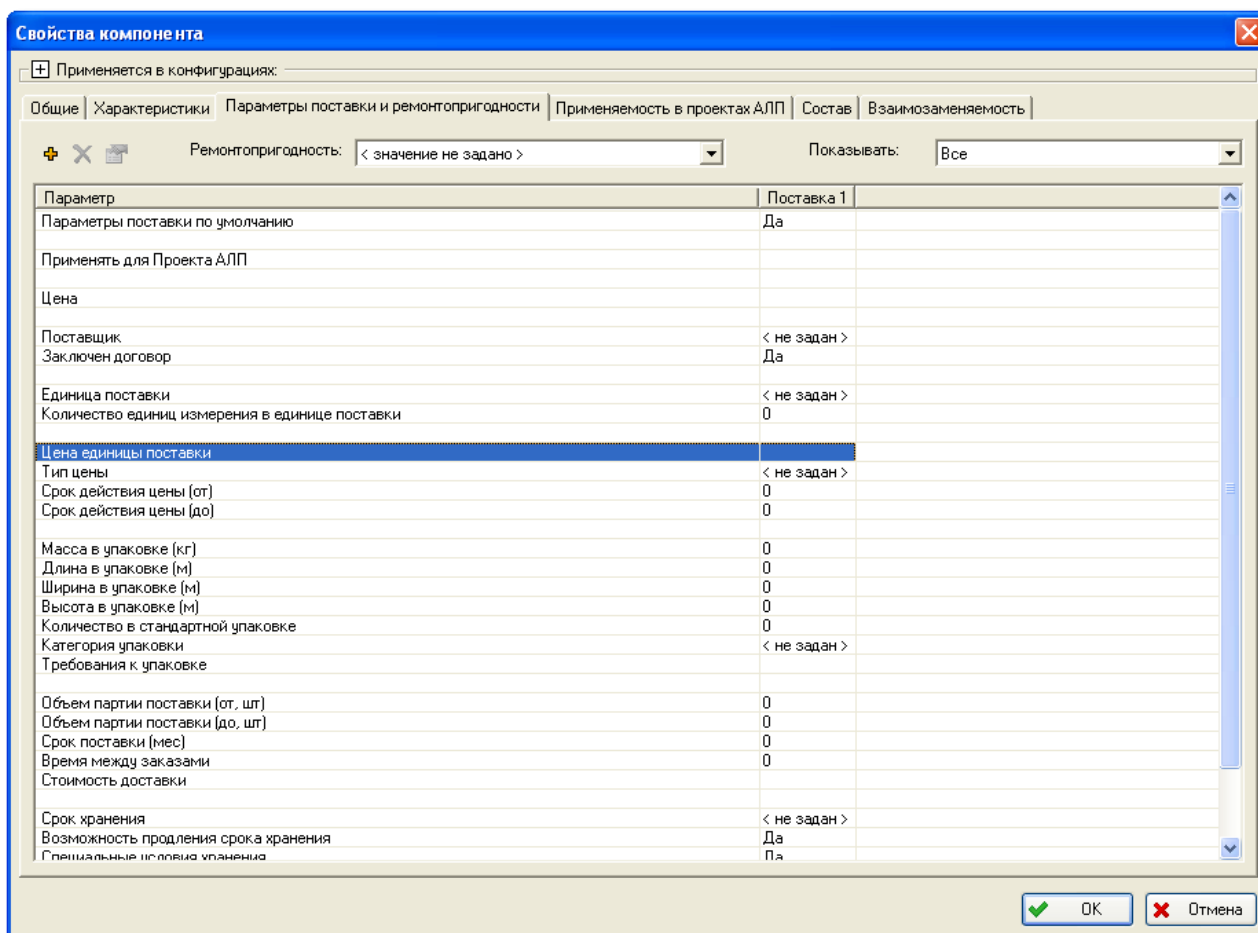

Рис. 4-69
- Нажмите на кнопку **ОК** в окне **Параметры поставки**. В результате вкладка **Параметры поставки и ремонтпригодности** примет вид, представленный на рис. 4-69.